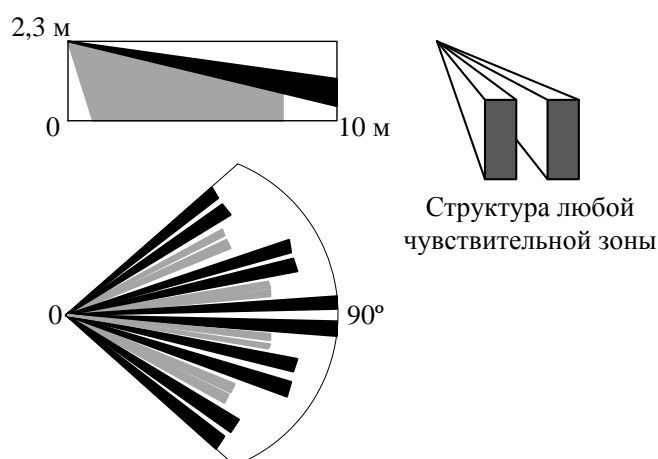

Рисунок 1.3 — Диаграмма зоны обнаружения извещателя «Интеграл-ИК2-РК»
- «Тревога» — при перемещении человека в пределах зоны обнаружения поперечно её боковой границе в диапазоне скоростей от 0,3 до 3 м/с на расстояние до 3 м. Диаграмма зоны обнаружения извещателя приведена на рис.1.3;